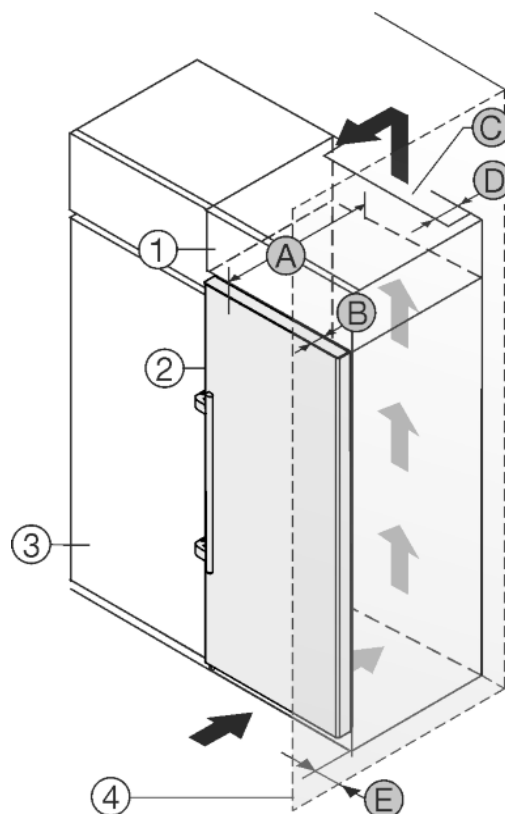

Fig. 20
Skabet kan indbygges i køkkenskabe. For at tilpasse skabet Fig. 20 (2) til køkkenelementerne kan der anbringes et ekstra skab Fig. 20 (1) over skabet.
Skabet kan opstilles direkte ved siden af køkkenskabet Fig. 20 (3). For at døren kan åbnes helt, skal skabet rage frem med dybden Fig. 20 (B) i forhold til køkkenskabets forside. Skabet kan rage mere ud afhængigt af køkkenskabenes dybde og anvendelsen af vægafstandsstykker.
- På bagsiden af det ekstra skab skal der være en ventilationskanal med dybden Fig. 20 (D) i hele det ekstra skabs bredde.
- Ventilationstværsnittet Fig. 20 (C) under lokalets loft skal overholdes.
Hvis skabet opstilles med hængslerne ved siden af en væg Fig. 20 (4), skal afstanden Fig. 20 (E) mellem skabet og væggen overholdes. Dette svarer til det, grebet rager frem, når døren er åben.